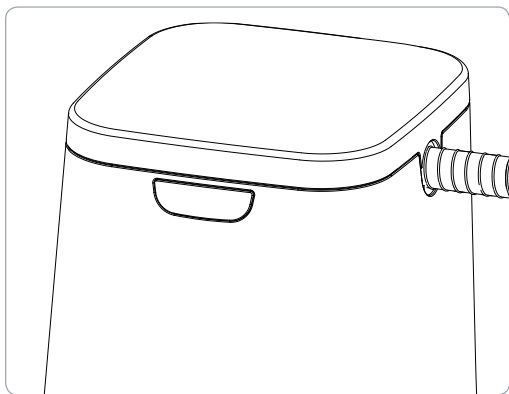

Figura 8. Coperchio chiuso con maschera PAP all'interno
5. Chiuda il coperchio con il tubo posizionato nella scanalatura aperta (figura 8). A questo punto SoClean funzionerà automaticamente secondo l'orario e la durata preimpostati.